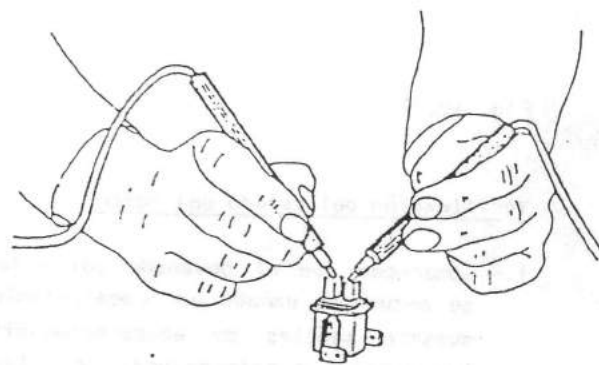

Fig. 10.11
- 1.- Haga contacto sobre las dos escobillas con las puntas de pruebas, según la figura (Fig. 10.11)